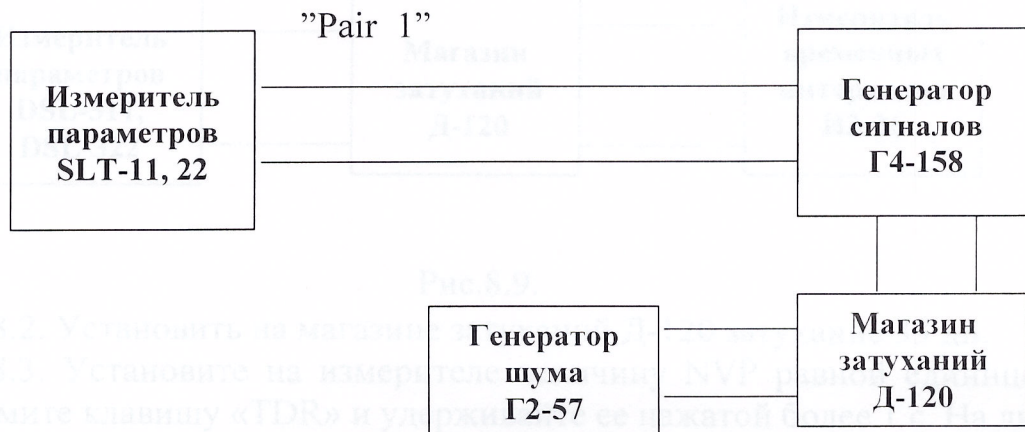

Рис.8.8.
8.3.6.1.Собрать схему согласно рис. 8.8.